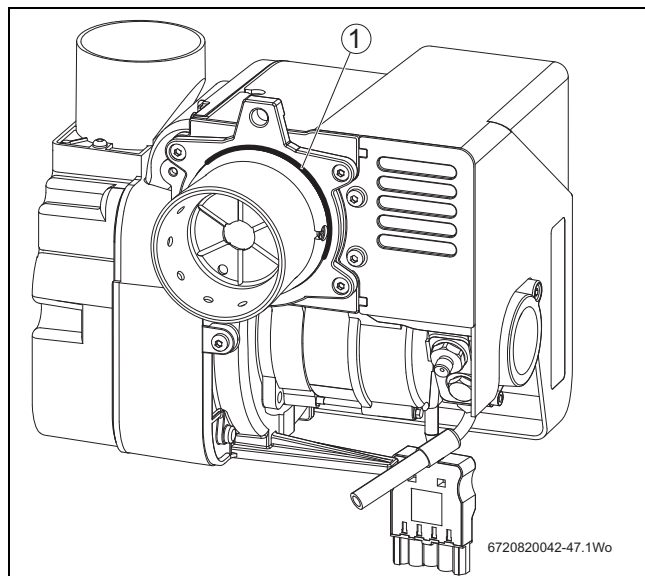

Fig. 31 Junta tórica del quemador
- ▶ Comprobar siempre que la junta tórica (fig. 31, ítem 1) se encuentre en perfectas condiciones antes de colocar el quemador. Sustituir la junta tórica si presenta algún defecto.